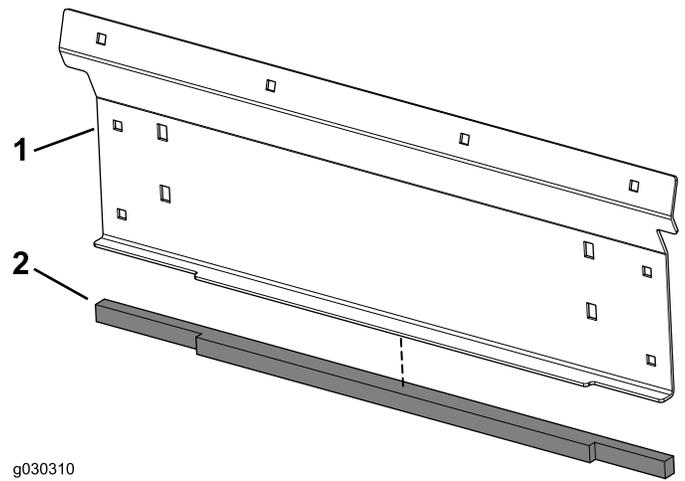

Bild 16
7. Bringen Sie die hintere Dichtung an der unteren Rückplatte an (Bild 16).